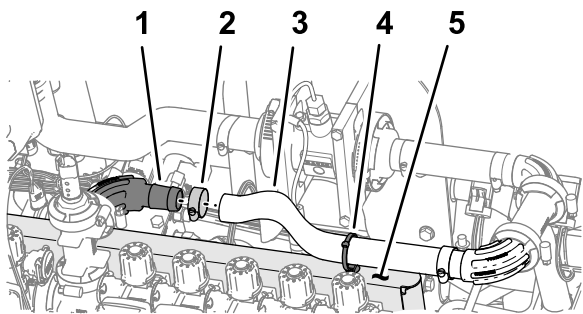

Figura 111
- Monte o tubo (1 x 16 pol.) por cima da união flangeada de 90° (1 pol.), como se mostra na Figura 111.
- Fixe o tubo à união flangeada com uma braçadeira de tubos (Figura 111).
- Instale a nova braçadeira de cabos/fixador de pressão no furo na parte superior da montagem da válvula como se mostra na Figura 111.
- Prenda a braçadeira de cabos/fixador de pressão (Figura 111) em redor do tubo (1 x 16 pol.).